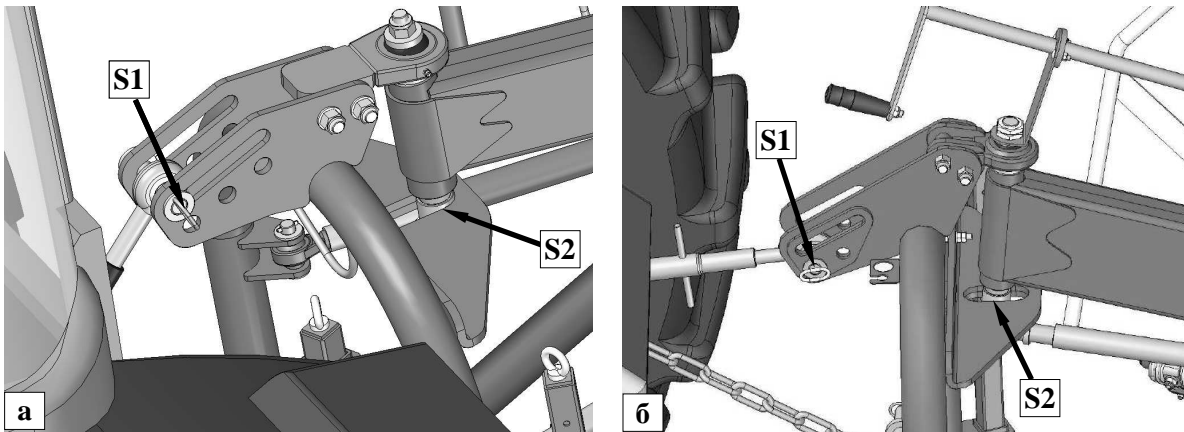

Рис. 19. Рекомендуемая установка граблей - а) нормальные условия работы, б) работа на плоской поверхности
- во время работы шкворень навески **S1** с верхней тягой должен опираться на край продольного отверстия, а вертикальный шкворень **S2** должен опираться на край другого продольного отверстия (**Рис. 19а**).
- допускается установка машины, указанная на **Рис. 19б** во время работы на плоской поверхности шкворень навески **S1** с верхней тягой должен находиться при отверстии **O**, а шкворень навески **S2** должен находиться в центре продольного отверстия. Такая установка уменьшает предел копирования.